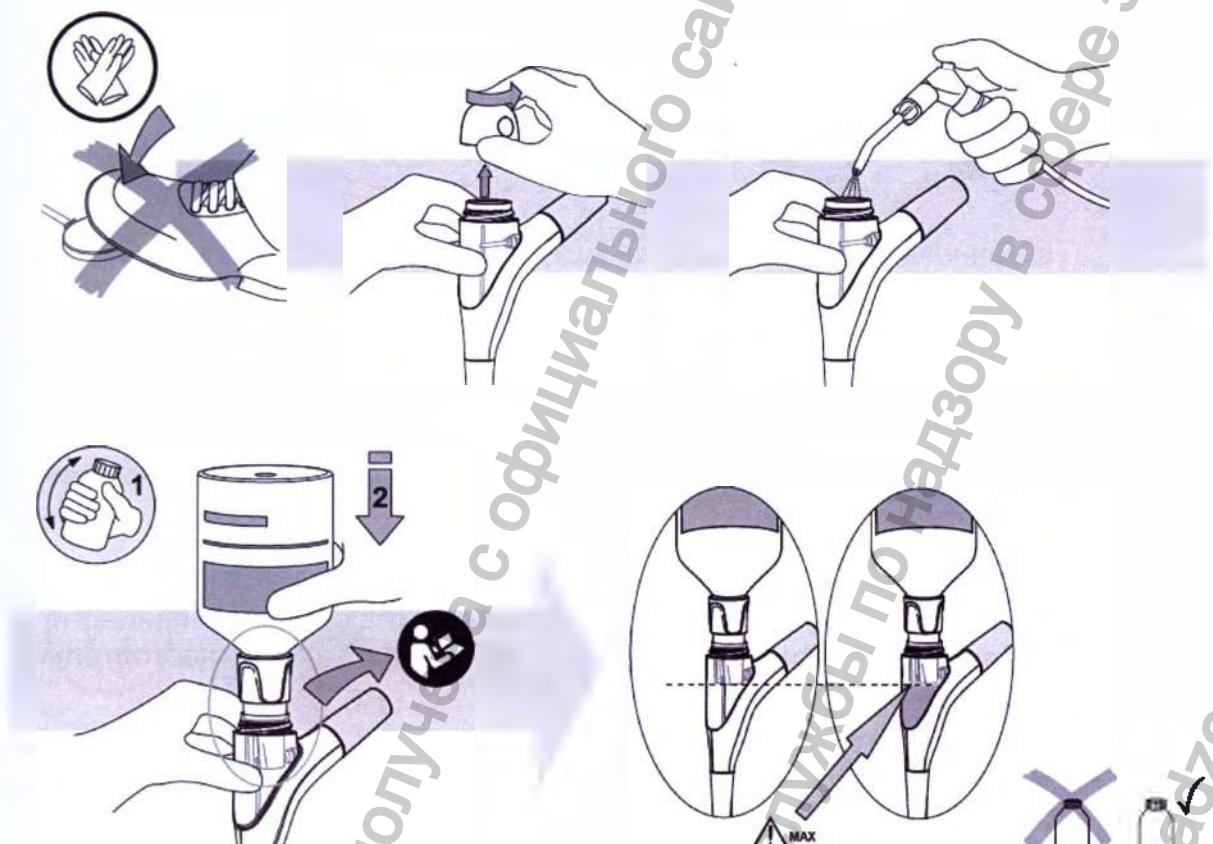

Рис.7
- ⚠️ Не превышайте максимальный уровень, указанный на рис.7. Отверстия трубок не должны быть покрыты порошком, иначе трубы могут забиться.**